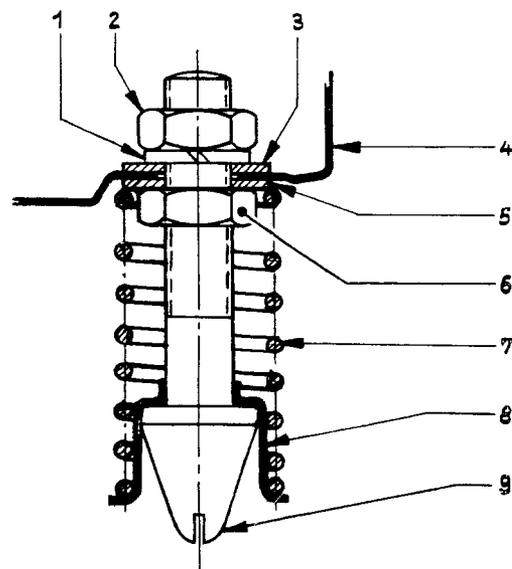

Bild 13 - Befestigung des Führungszapfens an Motorhaube
2. Mutter (13/2) mit 22-mm-Ringschlüssel innerhalb der Haubenversteifung festhalten. Untere Mutter (13/6) mit 22-mm-Gabelschlüssel lösen. Anschließend Führungszapfen mit Schraubenzieher heraus-schrauben – Führungsbuchse, Druckfeder, Muttern, Scheiben, Federring (Bild 13).
2. Führungszapfen für Haubenverschluß entsprechend Bild 13 einbauen, dabei Muttern nur so anziehen, daß Führungszapfen (13/9) an Haubenversteifung (13/4) noch verschiebbar ist.